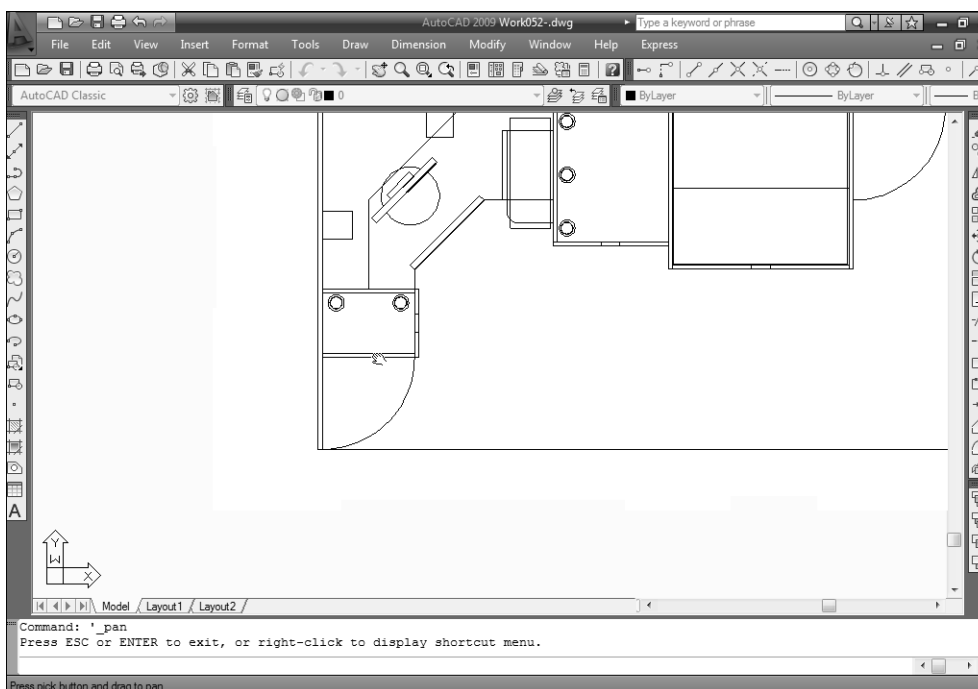

Рис. 5.42. Перемещение чертежа в области черчения с помощью инструмента *Pan Realtime*
2. Нажмите левую кнопку мыши и, не отпуская ее, переместите указатель вправо и вверх. Чертеж будет перемещаться в области черчения вместе с перемещением указателя (рис. 5.42). Когда малая тумба окажется примерно посередине области черчения, отпустите кнопку мыши.